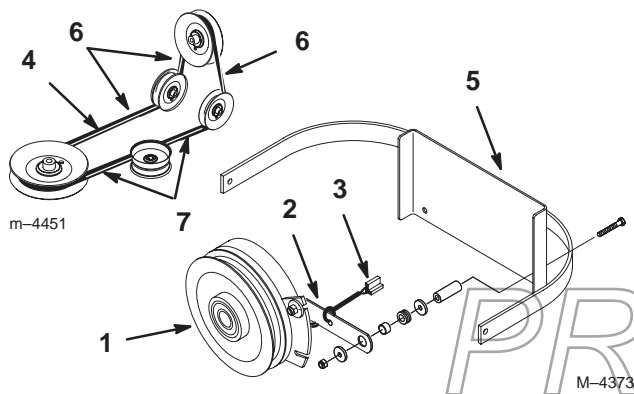

Figure 62
2. Retirez la barrette de retenue de l'embrayage du bâti de la machine et débranchez la borne de l'embrayage du faisceau de câblage (Fig. 62).
3. Déposez la courroie d'entraînement de PdF de l'ensemble bras de tension arrière et poulie de tension avant. Déposez la courroie d'entraînement de PdF (Fig. 62).
4. Installez la courroie d'entraînement neuve sur l'embrayage, autour de la poulie de tension arrière, dans l'ensemble bras de tension arrière, dans l'ensemble poulie de tension avant et sur la poulie centrale supérieure (Fig. 62).
Important Vérifiez le vrillage de la courroie entre les poulies. Il doit être conforme aux spécifications de la Figure 62.
5. Posez la barrette de retenue de l'embrayage et branchez la borne de l'embrayage au faisceau de câblage (Fig. 62).